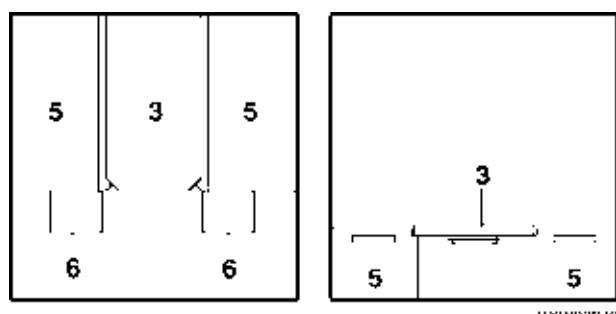

Fig. 71 Durante la trasformazione
- Estrarre la prolunga del cassone letto (Fig. 71,6).
- Collocare il piano del tavolo (Fig. 71,3) tra i due cassoni letto (Fig. 71,5).